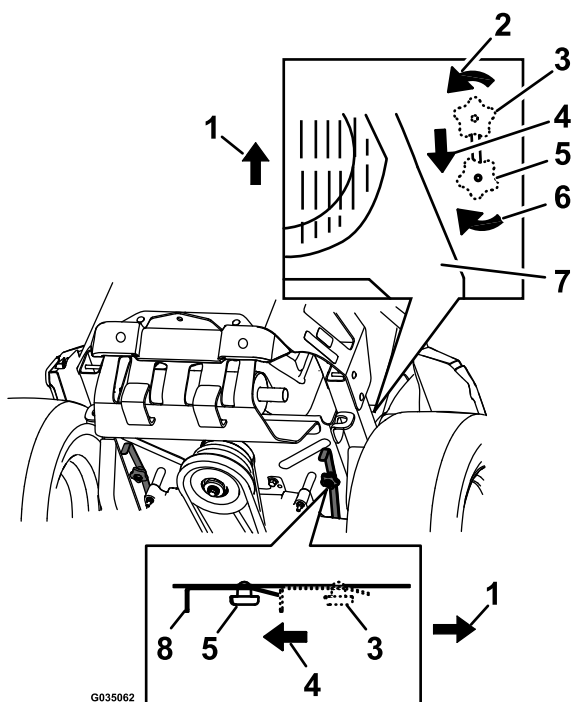

Figura 39
4. Para empujar la máquina, mueva ambos pomos de desvío hacia atrás para bloquearlos en esa posición (Figura 39).
6. Para hacer funcionar la máquina, mueva ambos pomos de desvío a la posición de ADELANTE y bloquéelos en esa posición (Figura 39).